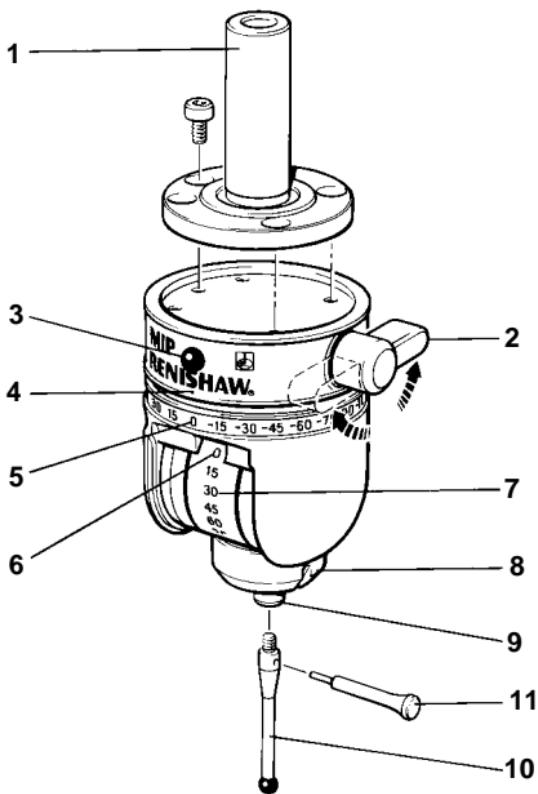

Abbildung 1 - MIP (Vorderansicht)
3.1 Vorderansicht (Siehe Abbildung 1)